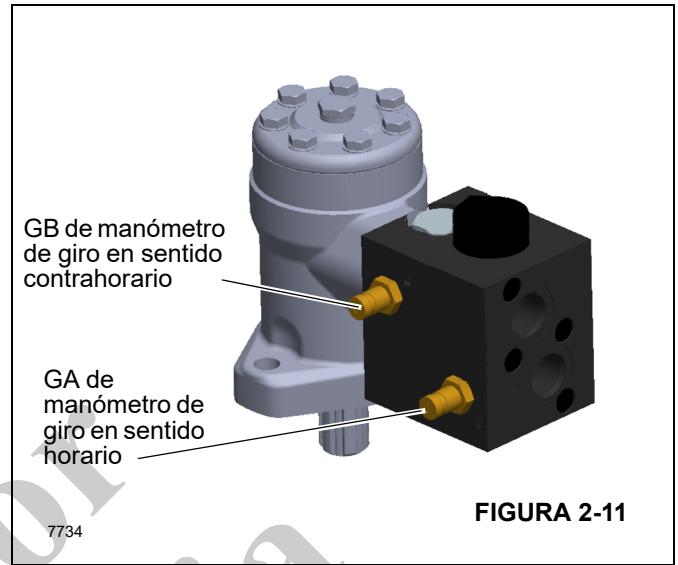

FIGURA 2-11
- a. Instale un manómetro con capacidad mínima de 345 bar (5000 psi) en la lumbrera para manómetro GA o GB en el colector del motor hidráulico Figura 2-11.